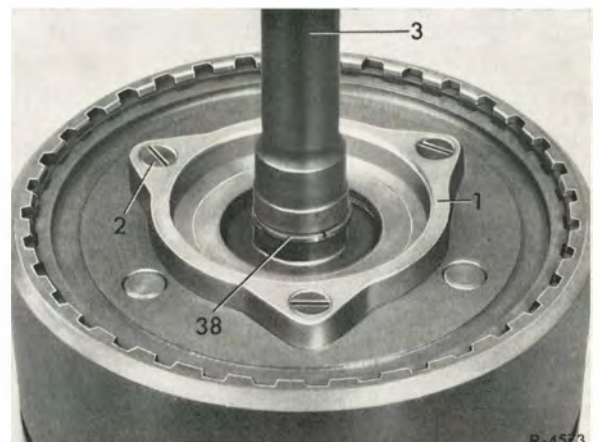

Bild 2
3 Radsatz mit der Antriebswelle (3) nach oben auf die Montagevorrichtung 112 589 07 59 00 stellen (Bild 2).
4 Abstützflansch (1) nach Lösen der drei Senkschrauben (2) abnehmen (Bild 2).